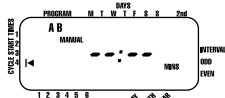

**FIGURA 11: Irrigazione manuale solo per il Programma A o solo per quello B**
- Per attivare le stazioni cui è stata assegnata una durata d'irrigazione solo per il programma A, premere il tasto **MANUAL (MANUALE)**, seguito dal tasto **NEXT (PROSSIMA)**. Ciò attiverà solo le stazioni del programma A con una durata assegnata. Per avviare questa irrigazione semi-automatica, premere **ENTER (INVIO)** [vedi Figura 11].